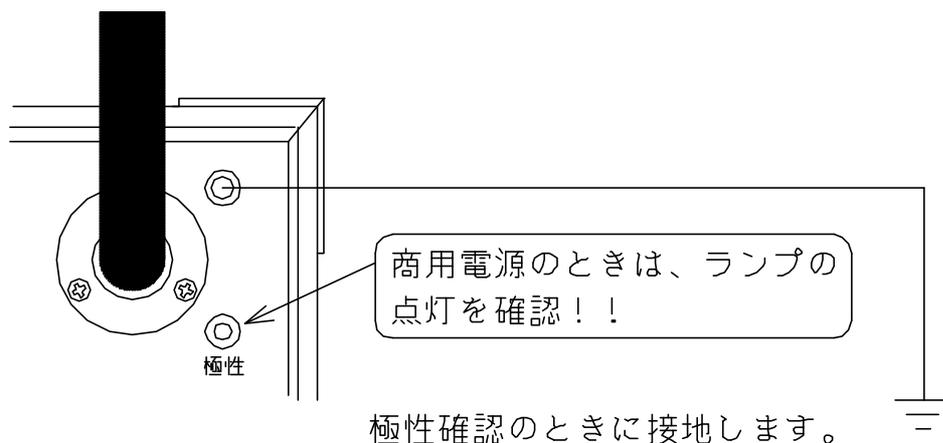

図1 : 電源の極性確認方法
2 . 試験装置の電源スイッチが“OFF”になっていることを確認し、電源コネクタに試験用電源(AC100V)を入力します。商用電源を使用する場合は、接地端子を接地し、極性ランプが点灯する方向へ電源プラグの向きを合わせて下さい。(図1)
- 2 . 試験装置の電源スイッチが“ OFF ”になっていることを確認し、電源コネクタに試験用電源(AC100V)を入力します。商用電源を使用する場合は、接地端子を接地し、極性ランプが点灯する方向へ電源プラグの向きを合わせて下さい。(図1)